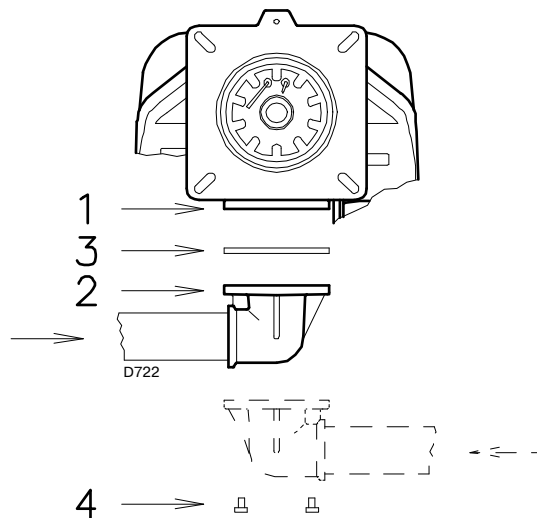

Рис. 19
- ▶ Рампа может быть установлена как слева, так и справа, в зависимости от удобства монтажа, см. Рис. 19.
- ▶ Газовая рампа подсоединяется к газовому контакту 1) (Рис. 19) посредством фланца 2), прокладки 3) и винтов 4), входящих в поставку горелки.